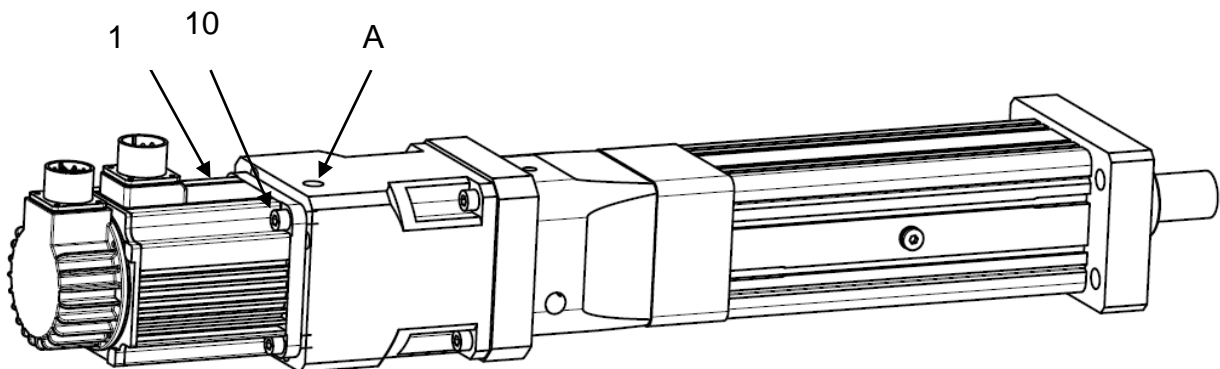

Рисунок 7 – Установка двигателя.
4) установить двигатель (поз. 1) при помощи винтов (поз. 10) (см. рисунок 7). Затянуть муфту редуктора через отверстие А.